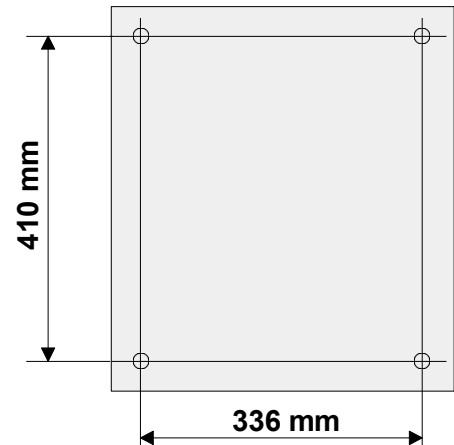

Abb. 3: Befestigungsmaße
1. Mit dem Schlüssel das Gehäuseschloss öffnen ①.
2. Vier Befestigungspunkte (Abb. 3) an einem geeigneten Montageort anzeichnen und Befestigungslöcher bohren (Tragfähigkeit der Montagefläche bezüglich Akku-Gewicht beachten).
3. Anschlussleitungen unter Putz durch die vorgegebenen Öffnungen ③ in das Gehäuse einführen.
4. Das Gehäuse ② muss mit 4 Schrauben 4 x 30 mm und entsprechenden Dübeln ohne mechanische Verspannung auf einer ebenen Montagefläche montiert werden ④. Ggf. Distanzhalter (nicht im Lieferumfang enthalten) verwenden, um Unebenheiten auszugleichen. Das Netzteil darf erst nach fachgerechter Befestigung an einer Wand oder Montagefläche mit ausreichender Tragkraft in Betrieb genommen werden.
8. Akkumulator(en) anschließen ⑤ (siehe Kap. 5.5.1).
9. Nach Abschluss aller Arbeiten Gehäusetür schließen und das Gehäuseschloss ① verriegeln.